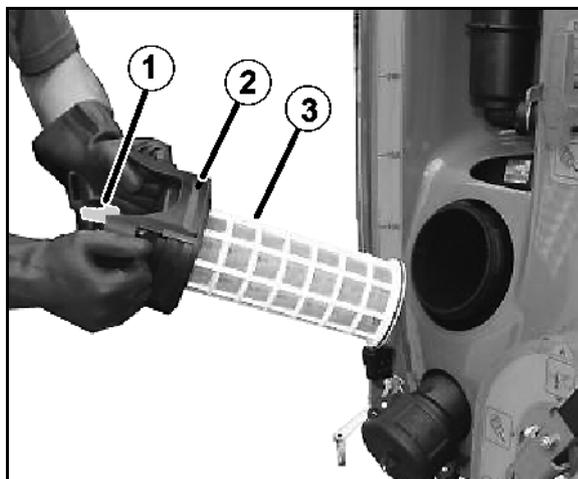

Рис. 117
5. Освободите крышку всасывающего фильтра (Рис. 117/2).
6. Задействуйте клапан сброса давления на всасывающем фильтре (Рис. 117/1).
7. Снимите крышку и фильтр (Рис. 117/3) и очистите их водой.